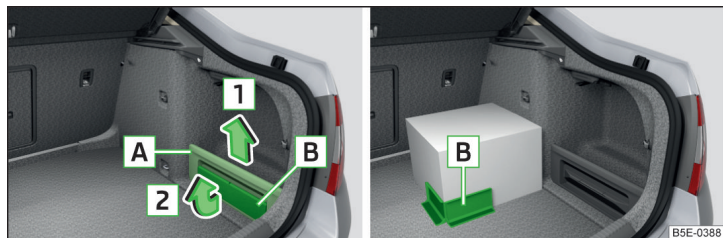

Fig. 108 Extraer el compartimento guardaobjetos y el elemento Cargo / ejemplo de fijación de una pieza de equipaje mediante el elemento Cargo
- Extraiga la cubierta del compartimento guardaobjetos **A** en el sentido de la flecha **1** » fig. 108.
- Extraiga el elemento Cargo **B** (una pieza de la cubierta del compartimento guardaobjetos) en el sentido de la flecha **2** » fig. 108.
Recomendamos utilizar el elemento Cargo **B** para la sujeción de piezas de equipaje si es posible cerca de los asientos posteriores » fig. 108.